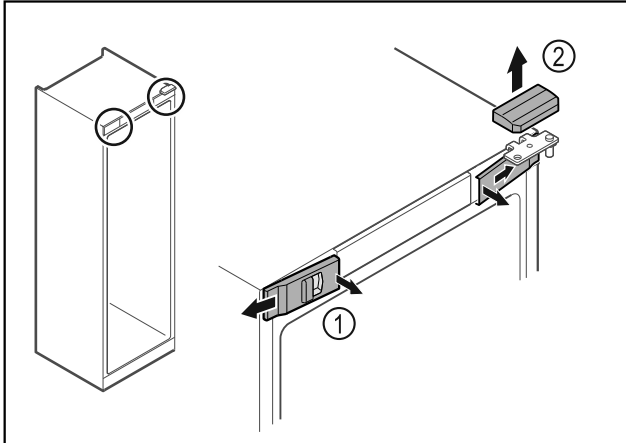

Fig. 5
- Vordere Abdeckungen Fig. 5 (1) innen ausrasten und zur Seite abnehmen.
- Obere Abdeckung Fig. 5 (2) nach oben abnehmen.